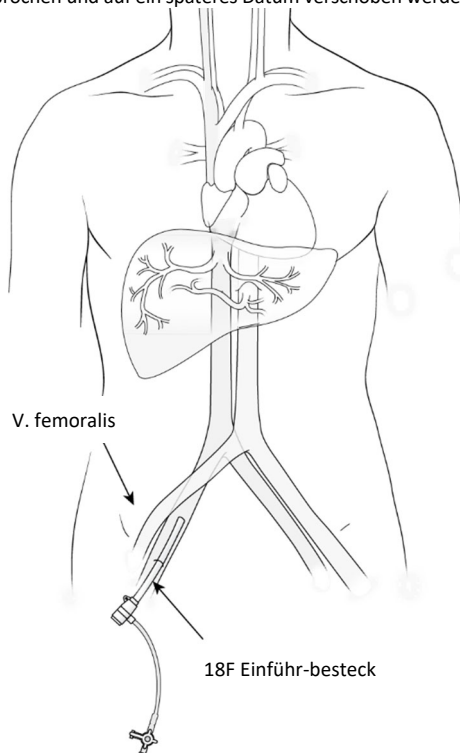

Abbildung 24
- (a) Führen Sie nach schrittweiser Erweiterung des Zugangs mithilfe des 9F und des 13F Dilators die 18F Einführschleuse unter Anwendung der Seldinger-Technik sowie fluoroskopischer und angiographischer Standardmethoden in die V. femoralis ein. Die Venenschleuse kann entweder ipsilateral oder contralateral zur Platzierung der 5F Femoralarterienschleuse platziert werden, siehe Abbildung 24. Spülen Sie die Schleuse mit steriler heparinisierter normaler Kochsalzlösung. Sonographische Kontrolle und eine einzelne Punktion der anterioren Wand der V. femoralis über dem Femurkopf sind erforderlich, um eine Komprimierbarkeit der Vene beim Entfernen der Schleuse sicherzustellen. Bei einer versehentlichen suprainguinalen Punktion muss der Eingriff abgebrochen und auf ein späteres Datum verschoben werden.